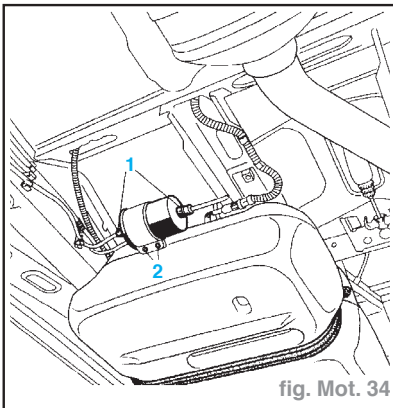

fig. Mot. 34
- S'il y a présence de clips, il est nécessaire de la déposer avant de débrancher les canalisations (ces clips sont montés en usine afin d'assurer un bon encliquetage des raccords rapides (fig. Mot. 34).
- Débrancher les canalisations munies de raccords rapides (1) à l'aide de la pince Mot. 1265 (fig. Mot. 34).
- Elever les vis (2) et déposer le filtre à essence (fig. Mot. 34).